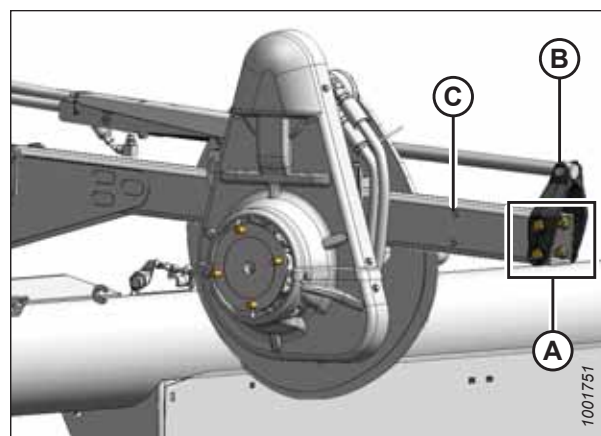

Figure 3.73: Position avant
3. Retirez les quatre boulons (A) qui maintiennent le support (B) sur le bras du rabatteur.
4. Positionnez le rabatteur jusqu'à ce que le support (B) soit aligné avec les trous de la position souhaitée (C) :
- Position avant, consultez la figure 3.73, page 85